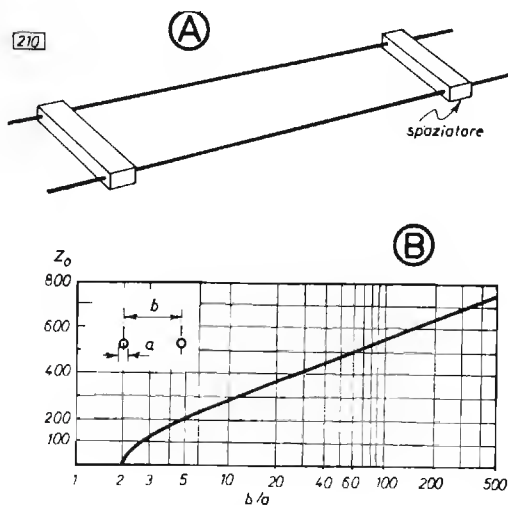

Fig. 210
Una linea bifilare rappresenta un circuito a costanti distribuite, che permette il trasferimento dell'energia a radiofrequenza da un punto ad un altro, con un minimo di perdite (fig. 210).
Qualsiasi variazione porta ad un cambiamento dell'impedenza caratteristica della linea (fig. 210). Se si adopera filo di diametro maggiore di quello calcolato, la  $Z$  caratteristica si abbassa, infatti nella
- linea bifilare in aria con distanziatori ogni due o tre metri,  $Z_0$  è circa 400÷600 ohm (fig. 210 A);